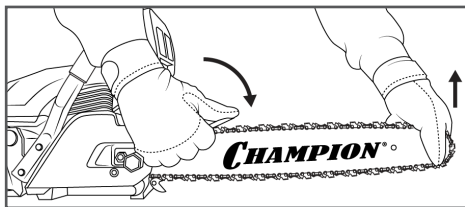

Рис. 4 Затяжка гаек крепления крышки шины
- Затяните гайки крепления крышки шины ключом (Рис. 4).